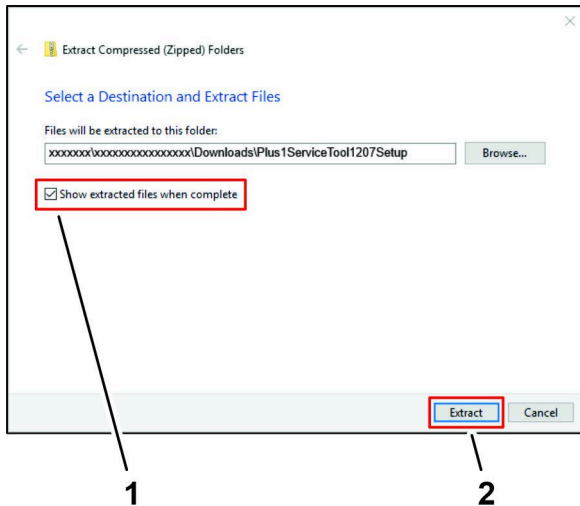

Bild 20
2. Vergewissern Sie sich im Dialogfeld Komprimierte Daten extrahieren, dass das Kontrollkästchen EXTRAHIERTE DATEIEN NACH ABSCHLUSS ANZEIGEN aktiviert ist, und klicken Sie auf die Schaltfläche EXTRAHIEREN (Bild 20).